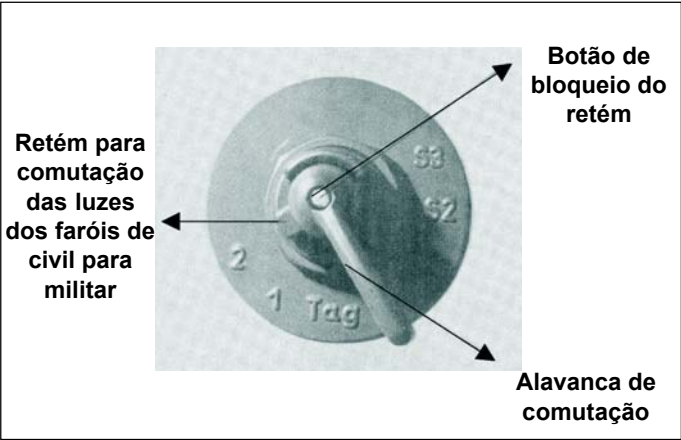

Fig 3-17. Comutador de luz dos faróis
**18** - interruptor de marcha (IM) - Possui duas posições:
**20** - comutador de luz dos faróis: (Fig 3-17 e 3-18)